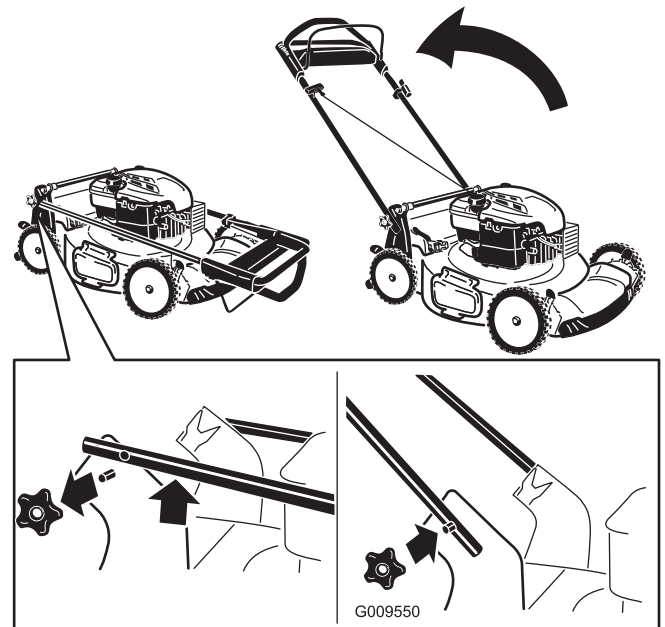

Bild 3
1. Nehmen Sie die Bügelhandräder vom Maschinengehäuse ab (*Bild 3*).